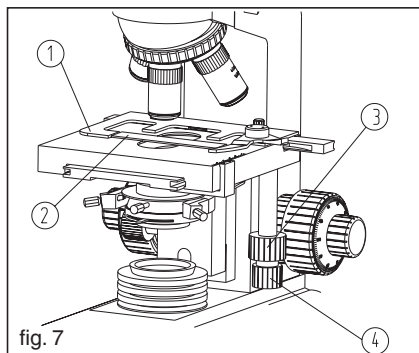

fig. 7
Il portacampione ① sul tavolino viene comodamente utilizzato per supportare il vetrino ②; la vite traslatrice in lunghezza ③/la vite traslatrice trasversale ④ sono coassiali; il tavolino si muove velocemente. (Fig.7)